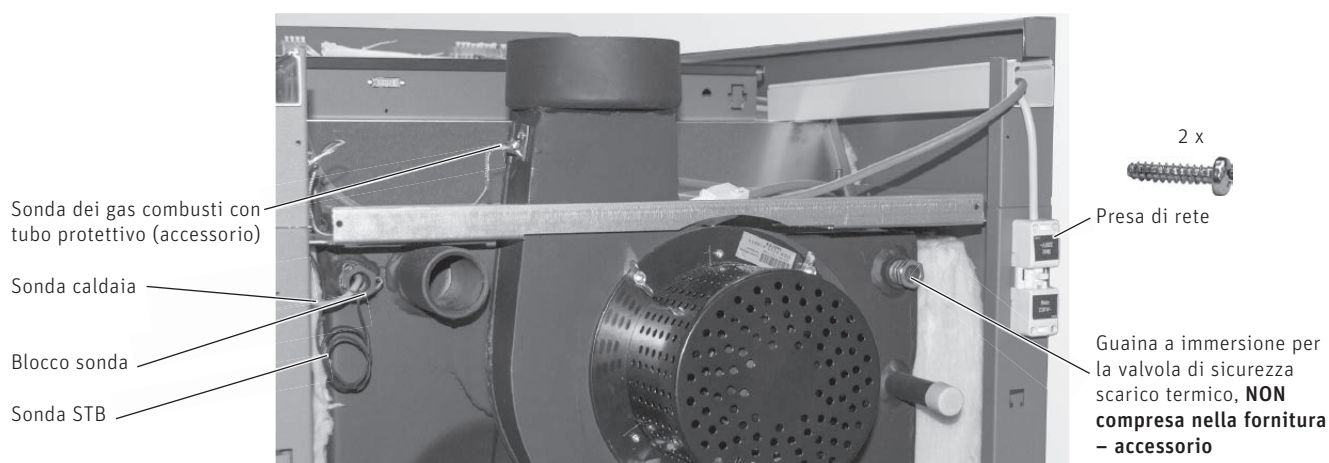

Fig. 55 LogWIN - retro
- ▶ Inserire la sonda della caldaia e la sonda del limitatore della temperatura di sicurezza (STB) nella guaina a immersione per quanto possibile e fissarle con il blocco sonda affinché non scivolino – Fig. 55.
- ▶ Montare la sonda dei gas combusti con tubo protettivo (accessorio) nel bocchettone dei gas combusti seguendo le istruzioni di montaggio allegate – Fig. 55.
- ▶ Passare il cavo di rete nel guidacavi sinistro verso il retro e avvitare saldamente la presa di rete dietro alla parete laterale con 2 viti per lamiera 2,9x16 – Fig. 55.